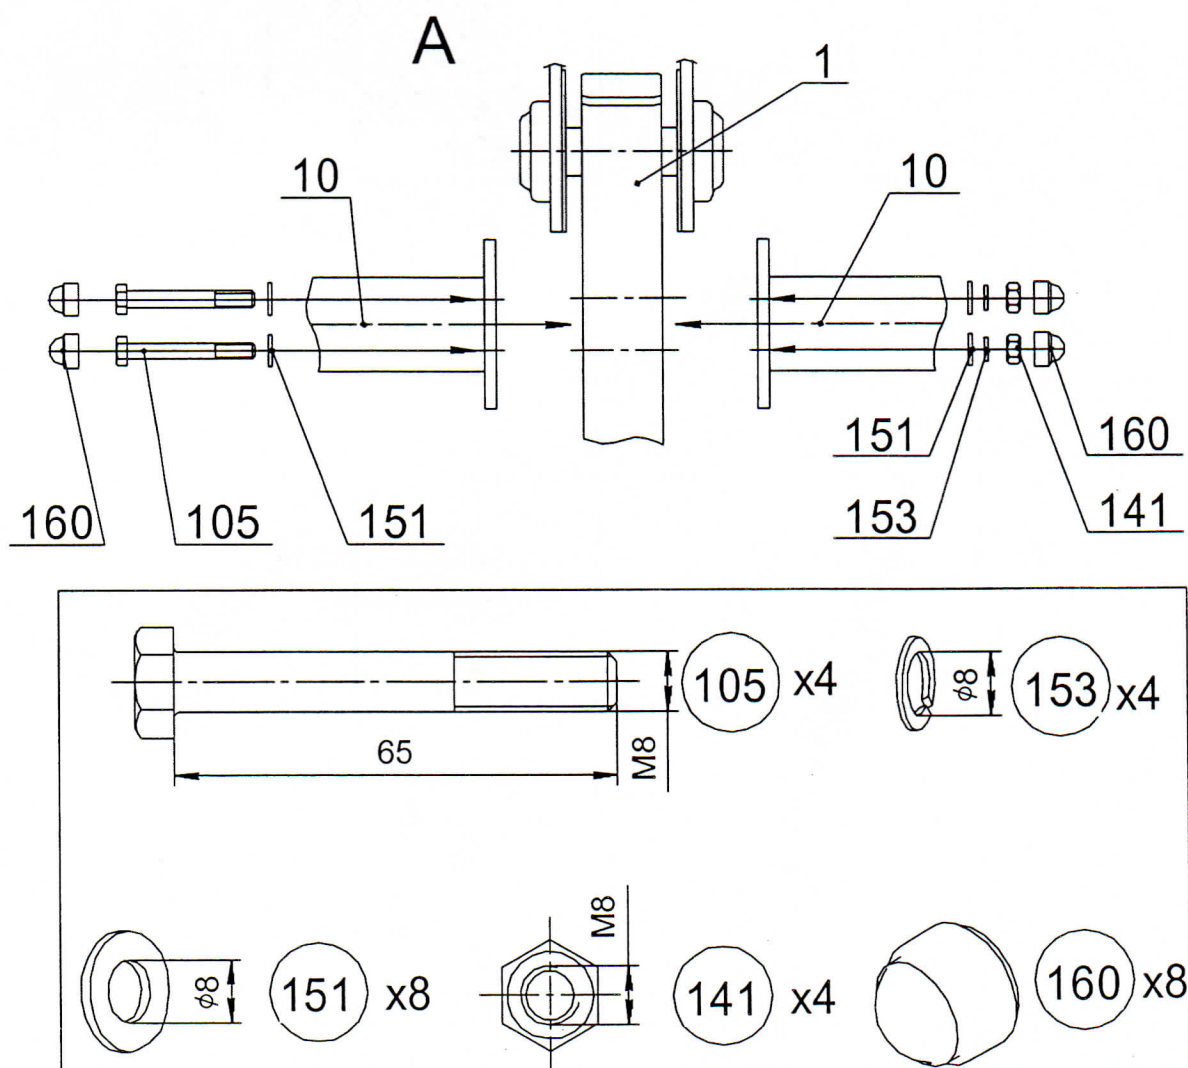

Рис.5
4.2.1 Установить и закрепить скобы поз.10 (рис.5)